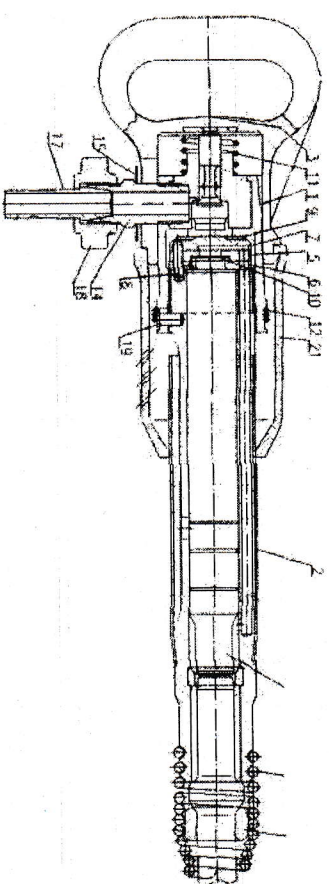

Рис. 1
7.1. Молоток (рис. 1) представляет собой поршневую пневматическую машину ударного действия с клапанным воздушхораспределением, работающую под действием сжатого воздуха. Молоток состоит из воздушхораспределительно-ударного механизма, рукоятки с собранным в ней пусковым устройством и кожуха-глушителя.
9.1. Разборку молотка для устранения неисправностей, профилактического осмотра или его консервации производит только квалифицированный специалист в следующей последовательности (рис. 1):
| 1. Молоток не работает | Рис. 1. | |